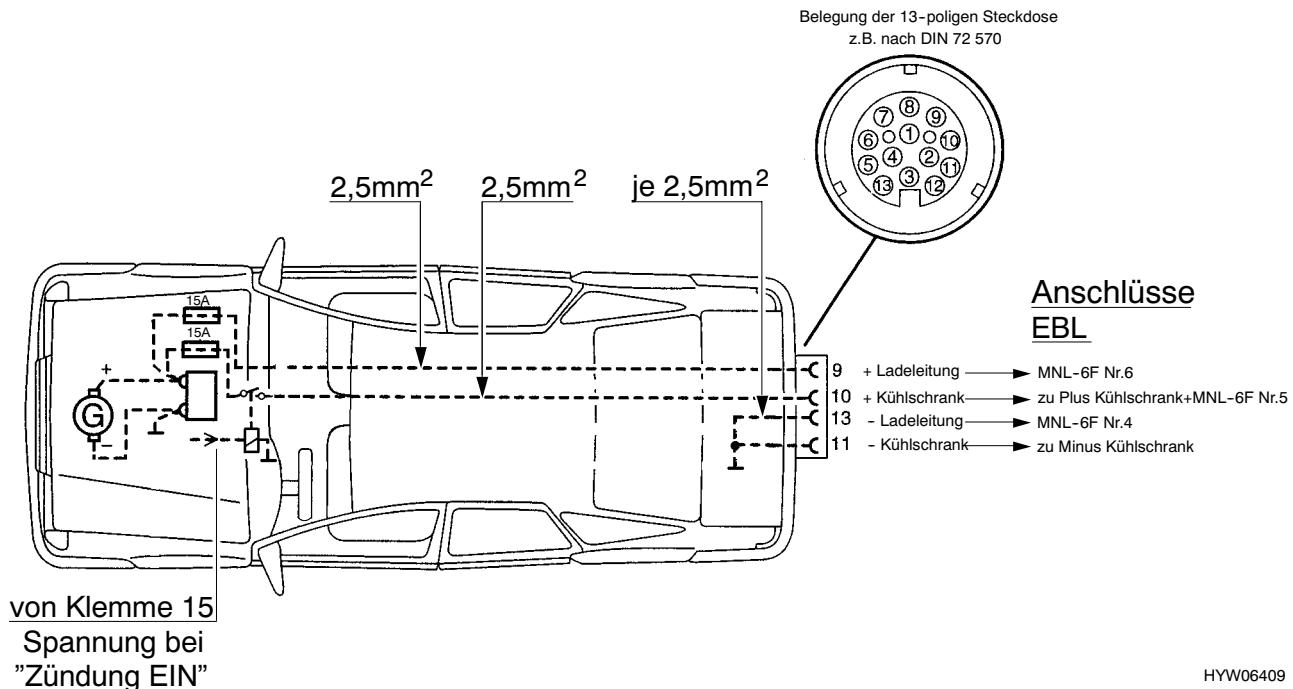

Bild 67 Zugwagen-Installationsplan
- ▷ Das Zugfahrzeug muß mit den entsprechenden Kabelquerschnitten nachgerüstet werden (siehe Bild 67).